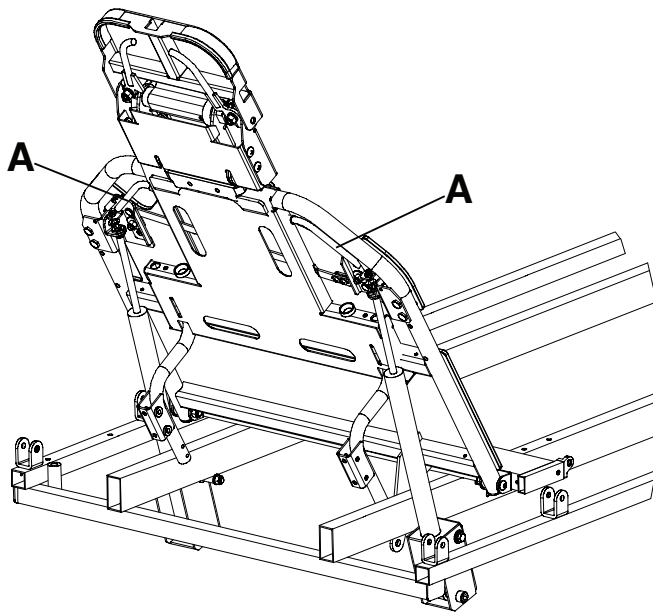

Figure 3 – Relève-buste
Pour élever le relève-buste, serrer les poignées de déblocage du relève-buste (A) et tirer le relève-buste vers le haut jusqu'à la position voulue (Figure 3).
Pour abaisser le relève-buste, serrer les poignées de déblocage du relève-buste (A) et pousser le relève-buste vers le bas jusqu'à la position voulue (Figure 3).